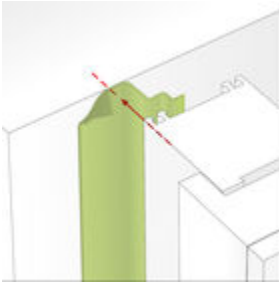

Bild 2: Folie auf die Außenseite des Blendrahmens kleben
- Ankleben an der Außenseite des Blendrahmens (Bild 2).